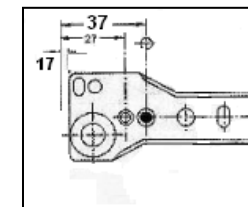

Рис.3 Схема установки роликовых направляющих
2. На боковины №5,6 прикрутить направляющие из комплекта - Д (см. рис.3) саморезами 3,5x16 – В;
4. К ребру №4 прикрутить направляющие из комплекта - Д (см. рис.3) саморезами 3,5 – В;